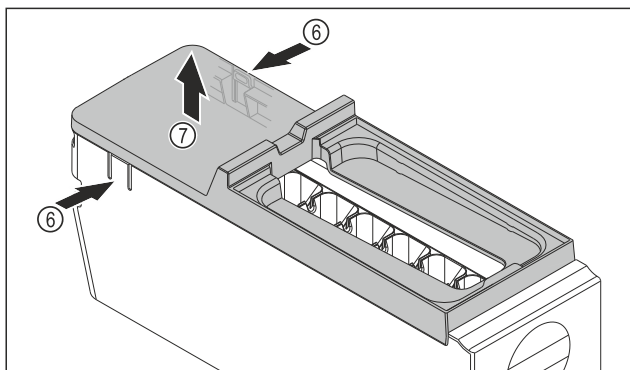

Fig. 75
- ▶ Snemite pokrov glavnega dela EasyTwist-Ice: Spone Fig. 75 (6) na obeh straneh glavnega dela EasyTwist-Ice pritisnite z eno roko.
- ▶ Pokrov Fig. 75 (7) z drugo roko dvignite in odstranite.